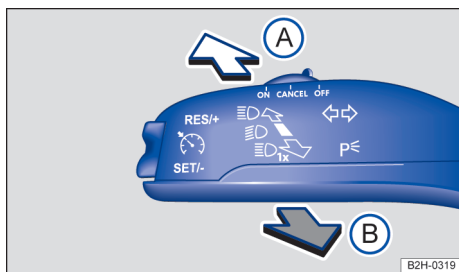

Fig. 77 À esquerda na coluna de direção: alavanca dos indicadores de direção e do farol alto.
- Trazer a alavanca dos indicadores de direção e do farol alto da posição central para a seguinte posição → Fig. 77:
- (A) Farol alto ligado.
- (B) Acionar o sinal de luz ou desligar o farol alto. O *sinal de luz* permanece aceso enquanto a alavanca estiver puxada.